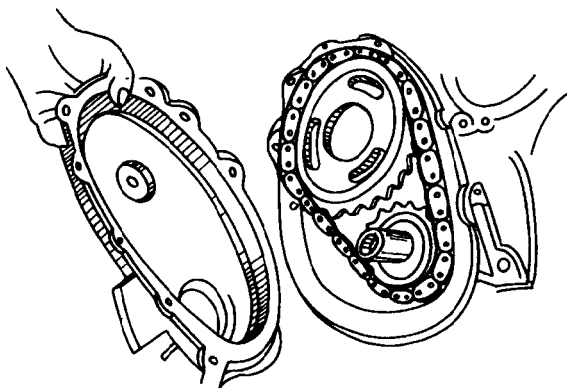

图1 正时链罩
(1) 曲轴、凸轮轴链轮及正时链条的拆卸
① 首先卸下发动机下曲轴箱,使用专用工具取下曲轴前端的橡胶摩擦式扭转减振器、减振器带轮毂总成及密封圈等,然后卸下正时链罩(见图1)。